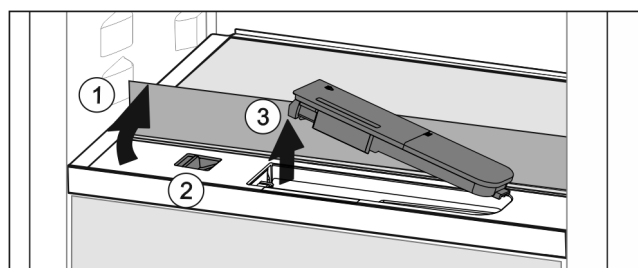

Fig. 49
- ▶ Sollevare il ripiano di vetro e ribaltarlo all'indietro fino all'arresto Fig. 49 (1).
- ▶ Spostare il cursore Fig. 49 (2) a sinistra.
- ▶ Rimuovere il serbatoio dell'acqua Fig. 49 (3).